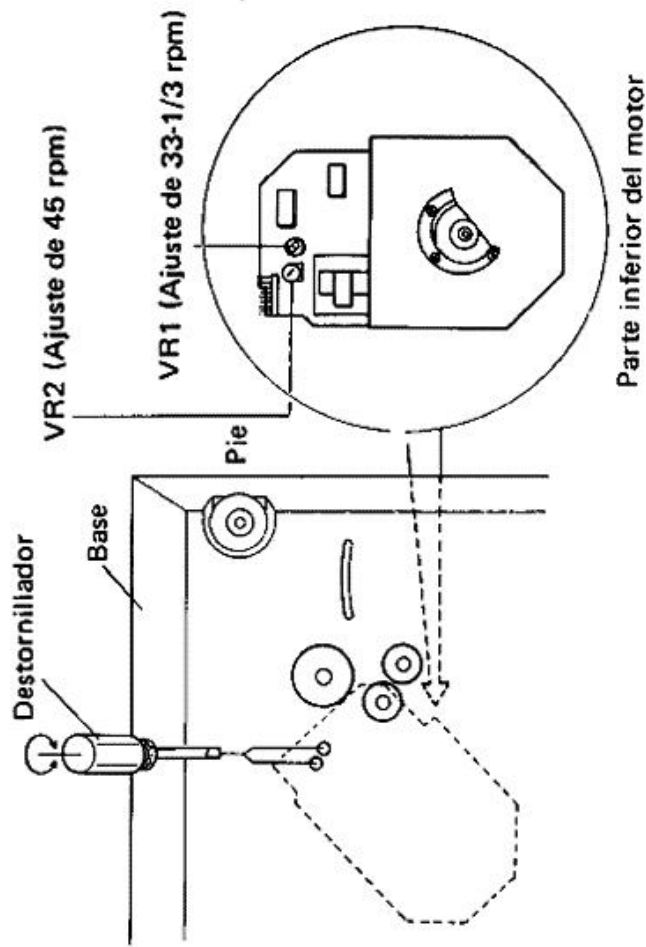

Fig. 12-4 Ajuste de la rotación del motor
3. Ajustar el resistor semifijo del conjunto de la control del motor de modo que se detenga el estroboscopio. (Fig. 12-4).